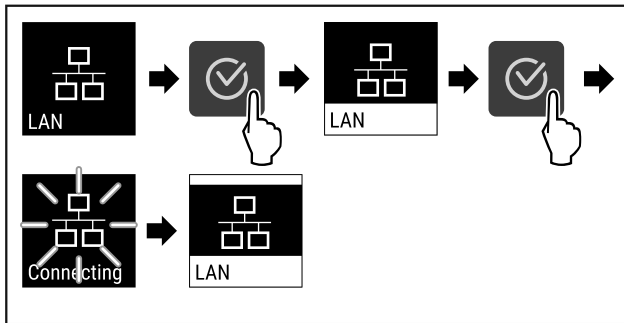

Fig. 80
- ▶ Hajtja végre a művelet lépéseit (lásd Fig. 80).